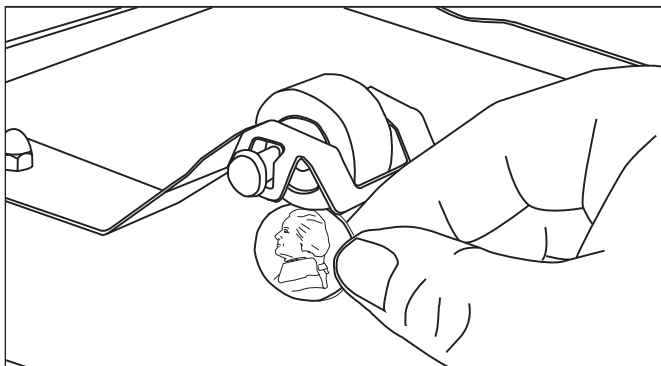

Figura 10. Medición del tensor del rodillo
1. Mida el tensor del rodillo en ambas cubiertas interiores del transportador (Figura 10) usando un níquel estadounidense.